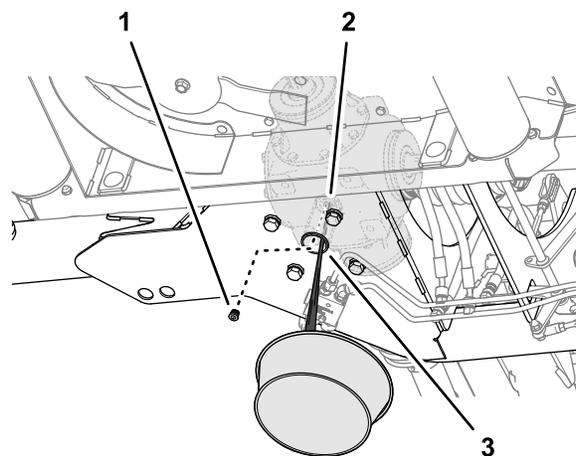

Рисунок 60
2. Выверните гнездовую пробку из сливного отверстия среднего редуктора и дайте маслу полностью стечь (Рисунок 60).
1. Действуя через отверстие доступа в нижней пластине рамы газонокосилки, поставьте сливной поддон под отверстие (Рисунок 60).